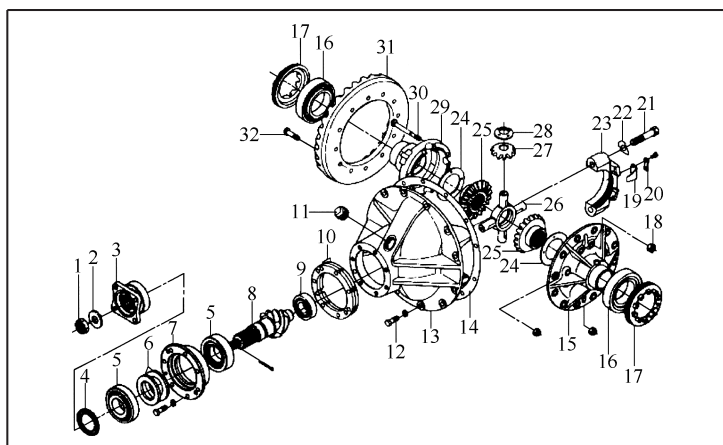

图 1-25 主减速器及差速器
1) 主减速器起减速以及增大转矩和改变转矩传递方向的作用，它是由一对弧齿锥齿轮 8 和 31 及主减速器壳 13 组成，如图 1-25 所示。主动齿轮有 6 个齿，从动轮有 39 齿。